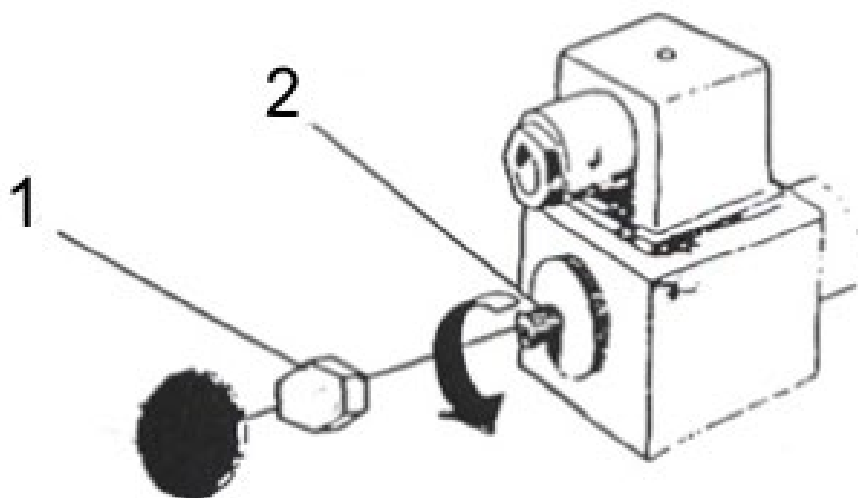

Рисунок 6.2
- Открутите шестиугольный винт (1) (Рисунок 6.2)
- Поверните против часовой стрелки экстренный кран на боковой распределительной гребенке (2) Кран опускания платформы.